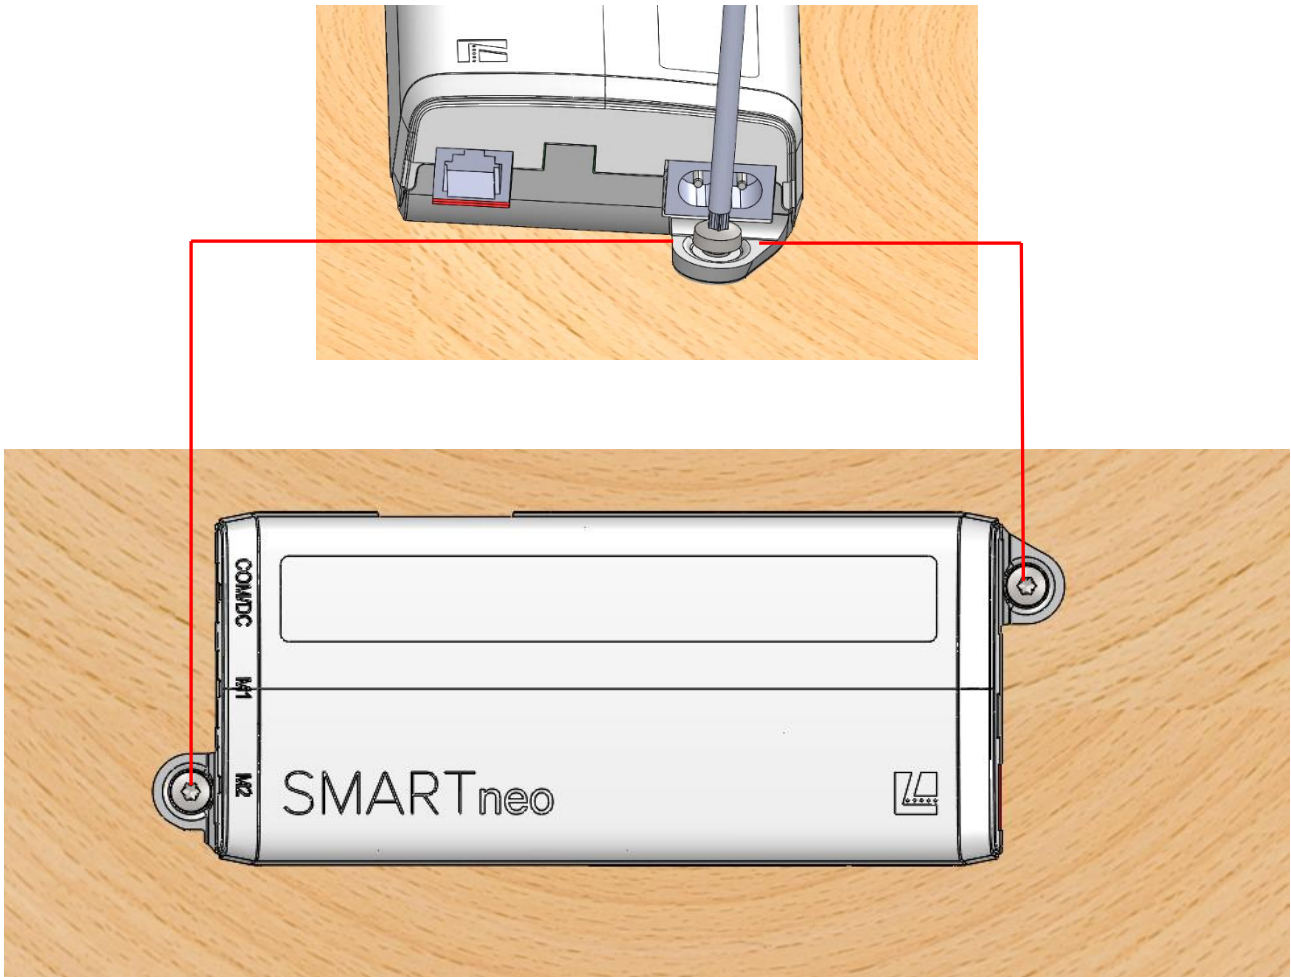

Abbildung 9: Befestigung der elektrischen Steuerung (2 Schraubverbindungen)
- ➔ Schrauben Sie die Steuerung fest an (Abbildung 9: Befestigung der elektrischen Steuerung). So vermeiden Sie Funktionsstörungen durch gelockerte Steckverbindungen oder ungewollte Geräuschentwicklung.